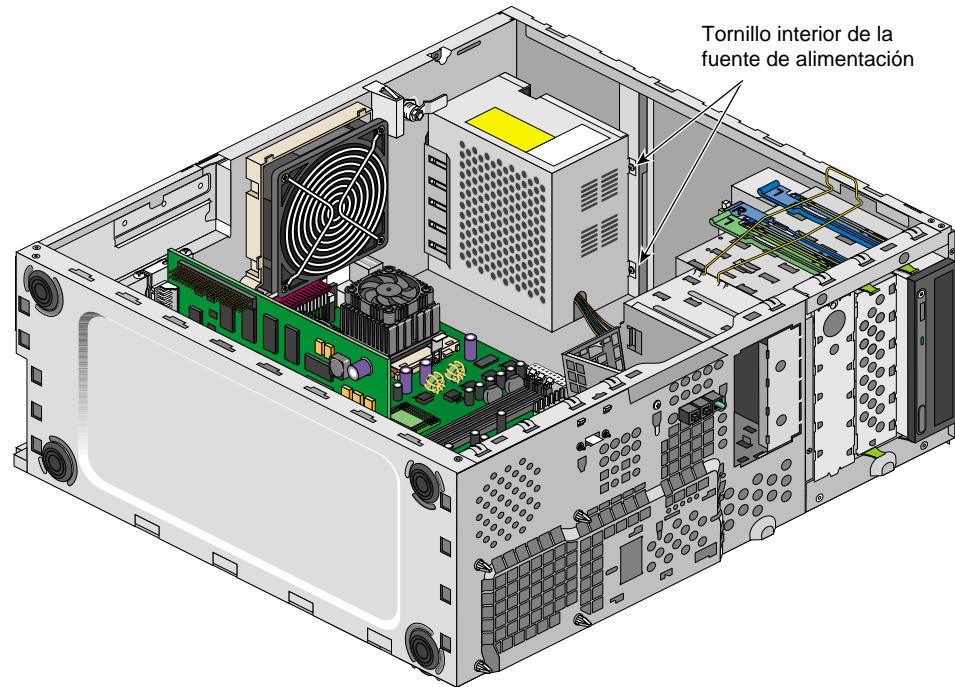

Figura 2-10 Extracción del tornillo interior de la fuente de alimentación
6. Extraiga los tornillos de la parte interior del panel superior del sistema. Consulte la posición de los tornillos en la Figura 2-10.
10. Vuelva a colocar los tornillos interiores que aparecen en la Figura 2-10.